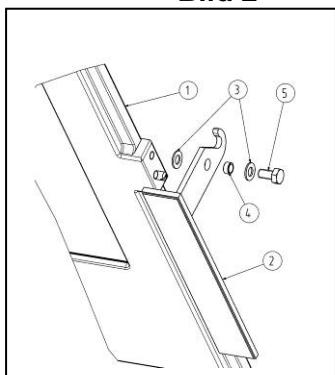

Bild 4
Das Gerät wird mit demontiertem Heiztürgriff ausgeliefert. Vor Inbetriebnahme muss der Griff wie in Bild 4 abgebildet montiert werden.
- Vor Inbetriebnahme sind die Transportsicherungen über dem Feuerraum herauszunehmen und evtl. Aufkleber auf der Sichtscheibe rückstandsfrei zu entfernen. Der Heitzürgriff ist nach Abbildung 4 anzubauen.